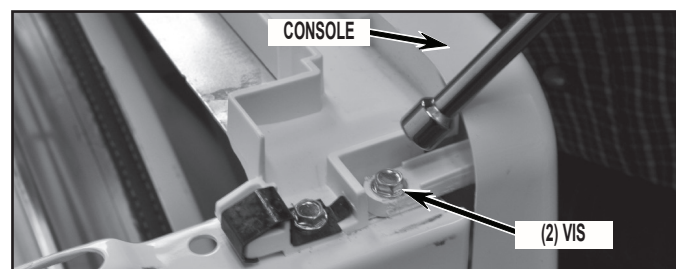

FIGURE 3
4. Déposer la console – ôter d'abord les deux (2) vis (une vis de chaque côté de la console) aux emplacements identifiés à la *Figure 3*.